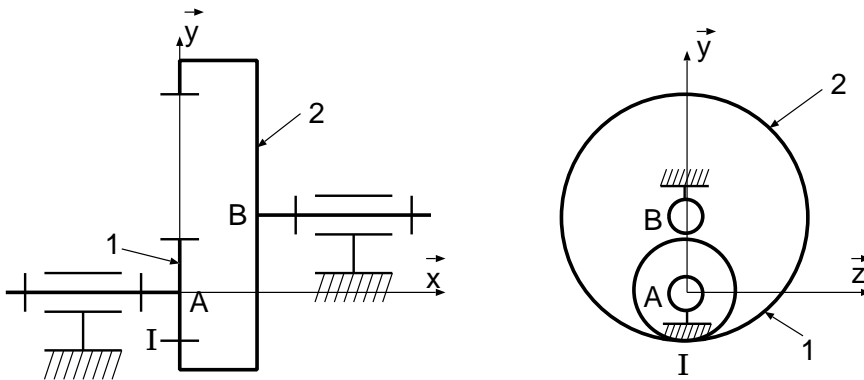

FIGURE 2 – Un engrenage extérieur.
4. Déterminer de la même manière le rapport des vitesses dans le cas de l'engrenage intérieur figure 2